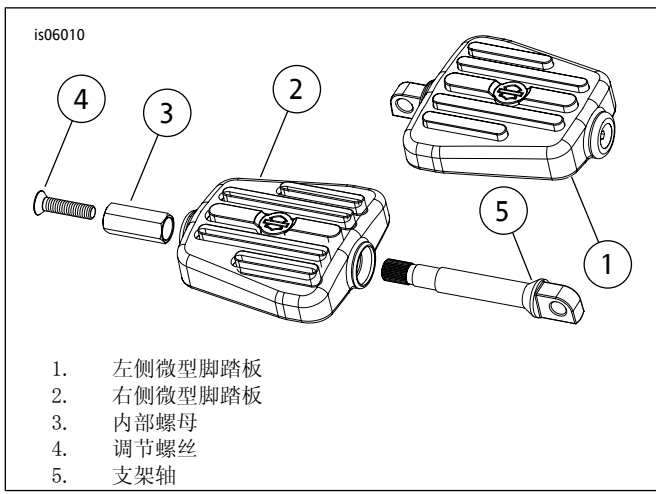

图2。微型脚踏板套件：50451-09
- 对于套件50451-09，参见图2。此套件不提供维修零件。
6. 根据舒适度调节脚踏板时：50451-09套件，参见图2。